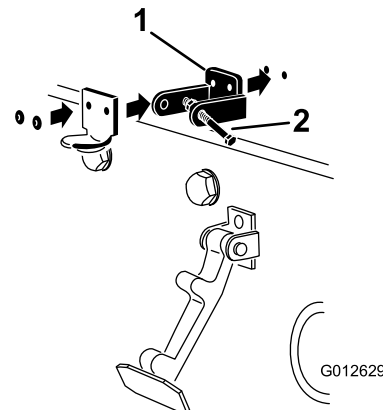

Figure 7
3. Aligned les trous de montage et positionnez le support de verrouillage CE et le support du verrou de capot sur le capot. Le support du verrou doit être appuyé contre le capot (Figure 7). Ne retirez pas le boulon et l'écrou du bras du support de verrouillage.
5. Rivez les supports et les rondelles sur le capot (Figure 7).